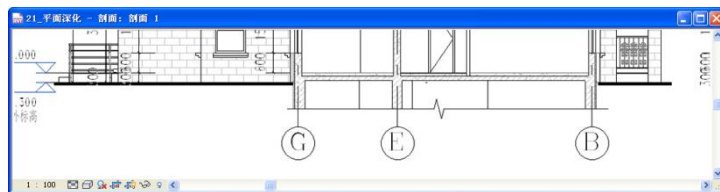

图 6-53
- 14) 打开裁剪区域, 拖拽边界到合适位置, 使用“载入族”命令, 载入“FA\_剖断线”族文件, 单击“注释”选项卡>“详图”面板下“详图构件”命令, 选择新载入的族, 放置于立面室外标高下适当位置, 遮盖住未被裁剪的基础墙体; 然后在两侧立面室外标高位置添加“FA\_立面底线”族文件, 调整其位置 (如图 6-53 所示)